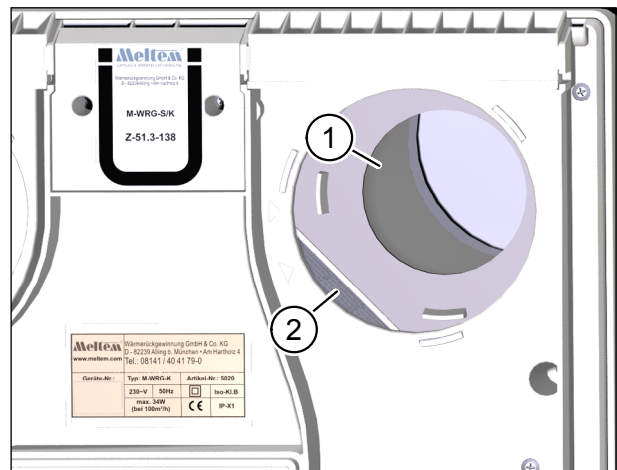

Abb. 5: Außenluftrohr auf Verunreinigungen prüfen und bei Bedarf reinigen
- ▶ Überprüfen Sie das Außenluftrohr (Pos. 1 in Abb. 5) auf Verunreinigungen.
- ▶ Decken Sie den Wärmeübertrager (Pos. 2 in Abb. 5) mit einem fusselfreien Tuch ab. So verhindern Sie, dass Schmutz in den Wärmeübertrager eindringt.